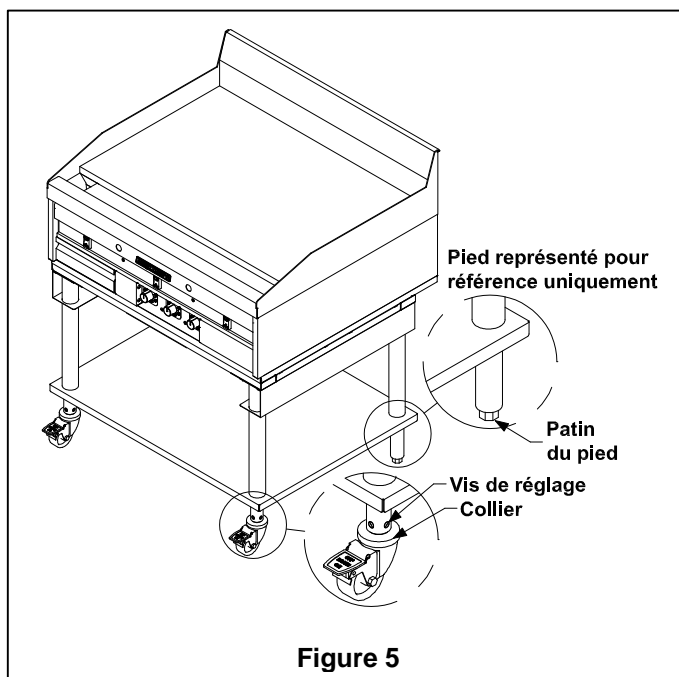

Figure 5
2. **Pieds**- À l'aide d'une clef plate ou de pinces, tourner le patin du pied (voir la figure 5) en sens inverse des aiguilles d'une montre pour monter le support. Il y a entre 12 et 20 mm (1/2 à 3/4 po) de réglage possible. **Roulettes** - À l'aide d'un tournevis à tête plate, desserrer les vis de réglage de la roulette à régler (voir la Figure 5). Tourner le collier de la roulette en sens inverse des aiguilles d'une montre pour monter le support. Il y a 20 mm (3/4 po) de réglage possible. Une fois le réglage effectué, bloquer les vis de réglage.